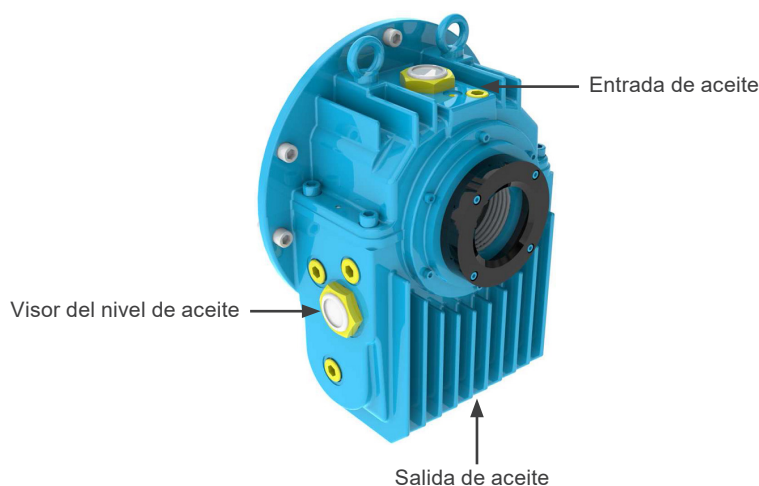

Figura 8.1: Cojinete de deslizamiento
- Drene el aceite a través del drenaje localizado en la parte inferior de la carcasa del cojinete (ver Figura 8.1 de la página 160).